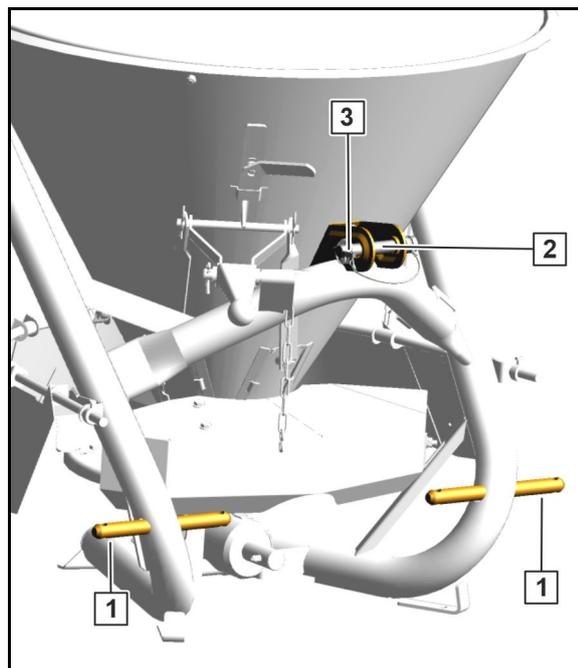

Fig. 21
- Placer les bras d'attelage inférieurs du tracteur sur les axes des bras d'attelage inférieurs (cat. I) (Fig. 21/1) et goupiller en sécurité.
- En utilisant l'axe de tirant supérieur, poser le tirant d'attelage supérieur du tracteur (Fig. 21/2) sur le point d'attelage supérieur de la machine et goupiller en sécurité (Fig. 21/3).